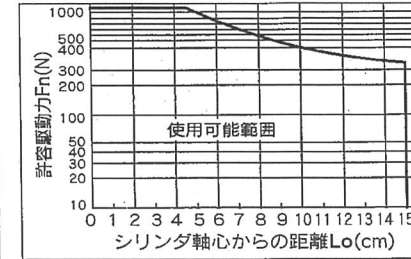

図12 シリンダ軸心からの距離と許容駆動力の関係
- ① 負荷を水平に移動させる駆動抵抗力 F_n (N)を求めます。
- ② 負荷に駆動力を与える点からシリンダの軸心までの距離 L_o (cm)を求めます。
- ③ 図12より L_o と F_n からチューブ内径を選定します。
負荷の駆動抵抗力 $F_n=100$ (N)シリンダ軸心から作用点の距離 $L_o=8$ cm、図12の横軸の軸心から8cmを縦に延長して交点を探し、横に縦軸の許容駆動力を求めます。